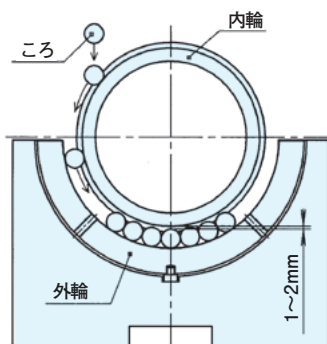

図16 軸受下半分のころを組み込む
- (1) 軸受箱(下)がセットされたら、軸受の内外輪の間にころを挿入していきます。この時、ころにはなるべく多くのグリースを塗って、1本ずつ、内輪の軌道にはめ込み、滑らせながら挿入していきます。(図16参照)